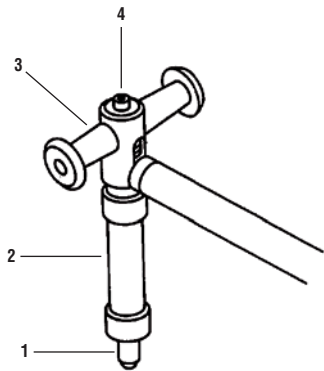

Fig. 1.
1. Monter la touche de mesure fixe (1, Fig. 1) et, si nécessaire, les rondelles intermédiaires et rallonges correspondant à la cote nominale demandée (2, Fig. 1).
2. Faire attention à ce que le patin de centrage (3, Fig. 1) monté corresponde à l'étendue d'application (concerne les étendues au-delà de 150 mm). Changement du patin de centrage: Poser l'instrument, patin de centrage vers le haut comme illustré sous la figure 1. Dévisser et déposer touche de mesure mobile (4, Fig. 1) et pièce de guidage. Ne pas faire tomber le segment de renvoi se trouvant à l'intérieur. Changer le patin de centrage.
1. Dem gewünschten Nennmaß (2, Abb. 1) entsprechend Messanschlag (1, Abb. 1) und gegebenenfalls Zwischenscheiben sowie Verlängerungsstücke montieren.
2. Darauf achten, dass dem Anwendungsbereich entsprechend die richtige Zentrierbrücke montiert ist (nur bei Anwendungsbereich über 150 mm zutreffend). Wechsel der Zentrierbrücke: Gerät mit Zentrierbrücke gemäß Abbildung 1 nach oben zeigend hinlegen. Beweglichen Messbolzen (4, Abb. 1) mit Führungsstück abschrauben. Darauf achten, dass das innenliegende Übertragungsstück nicht herausfällt. Zentrierbrücke wechseln.
1. Mount the fixed measuring anvil (1, Fig. 1) as well as the washers in between with the extensions that correspond to the required nominal size, if necessary (2, Fig. 1).
2. Make sure that the range of application is corresponding to the centring shoe (3, Fig. 1) as mounted (with respect to ranges exceeding 150 mm). Changing the centring shoe: lay the instrument with the shoe upwards as illustrated under the figure 1. Unscrew both the mobile measuring bolts (4, Fig. 1) and the guiding part. Do not drop the circular element being incorporated. Then replace the centring shoe.